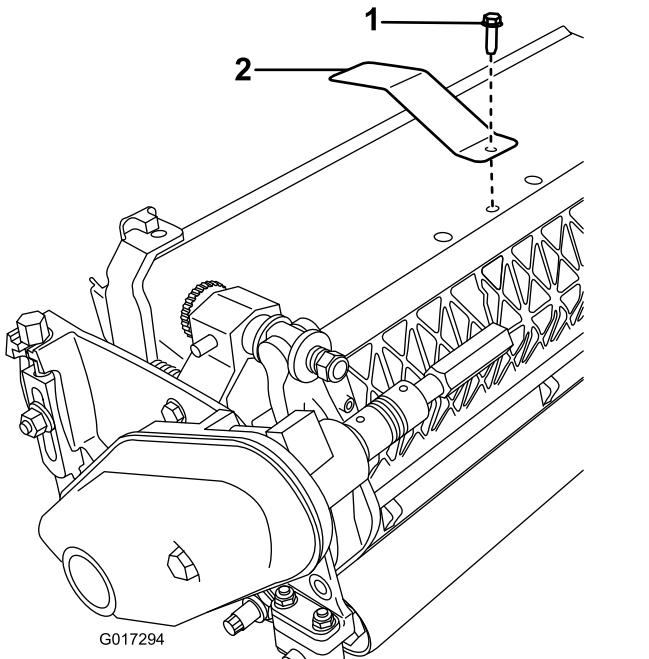

Bild 3
2. Entfernen Sie die mittlere Grasschutzblechschraube (Bild 3).
3. Befestigen Sie die Zielplatte mit der vorher entfernten Schraube oben an der Schneideeinheit (Bild 3).